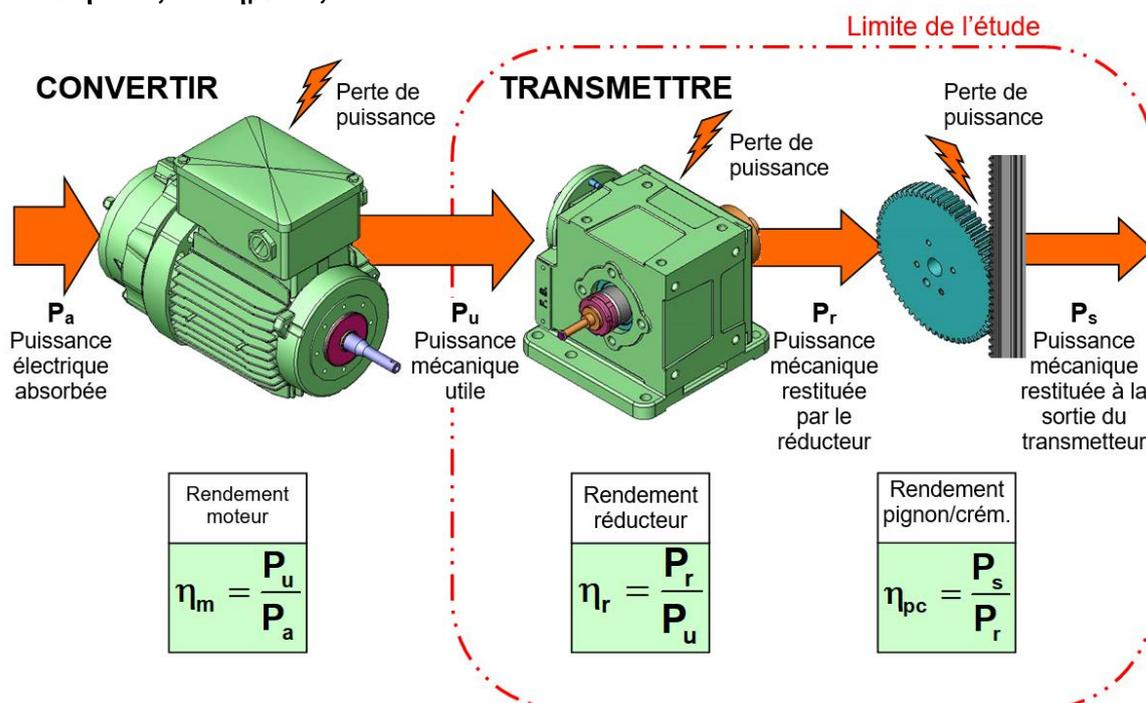

Figure 7
**Q9.1 – Calculer le rendement η_t du transmetteur de puissance étudié (voir figure 7).